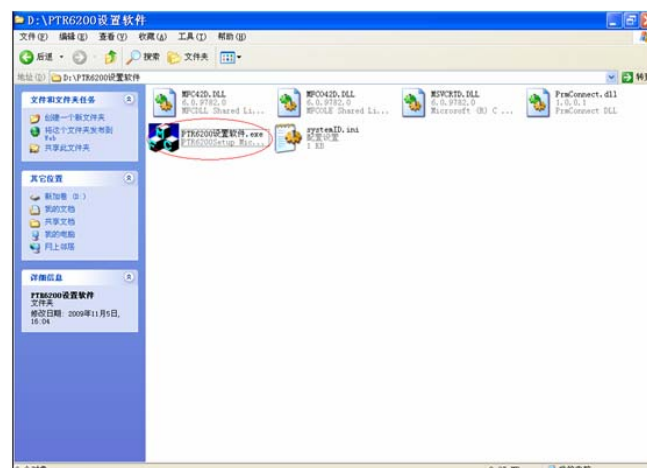

图 8
2) 鼠标双击调试软件所在解压目录（如：“D:\PTR6200 设置软件”）下的“PTR6200 设置软件.exe”可执行文件，就可以直接进入该调试软件的调试界面，如图 8 所示：